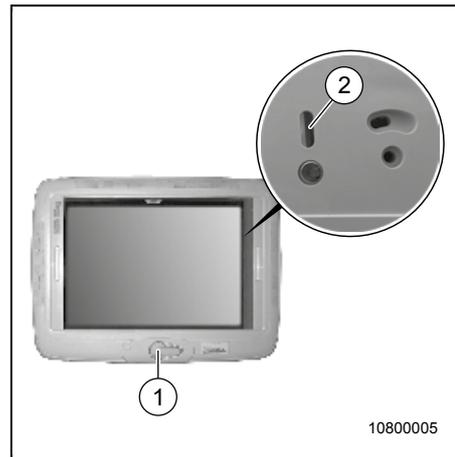

Fig. 45 Toit ouvrant à manivelle
1. Sortir la manivelle (Fig. 45, pos. 1) du creux en la rabattant.
2. Tourner la manivelle (Fig. 45, pos. 1) dans le sens indiqué sur le manche de la manivelle et amener le toit ouvrant sur la position souhaitée.
3. Rabattre la manivelle (Fig. 45, pos. 1) dans le creux.
2. Tourner la manivelle (Fig. 45, pos. 1) dans le sens indiqué sur le manche jusqu'à ce que le toit ouvrant soit fermé.
3. Pour verrouiller totalement le toit ouvrant, tourner la manivelle (Fig. 45, pos. 1) jusqu'à ce que l'on voit le trait rouge dans l'ouverture de contrôle (Fig. 45, pos. 2).
5. Rabattre la manivelle (Fig. 45, pos. 1) dans le creux.